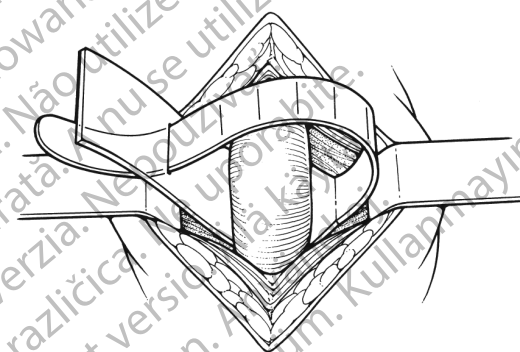

Figura 4-7. Misurazione della circonferenza uretrale
3. Posizionare il misuratore per la cuffia (o il Penrose drain) intorno all'uretra, in corrispondenza della posizione di impianto della cuffia. Deve adattarsi bene senza stringere l'uretra. (Figura 4-7)